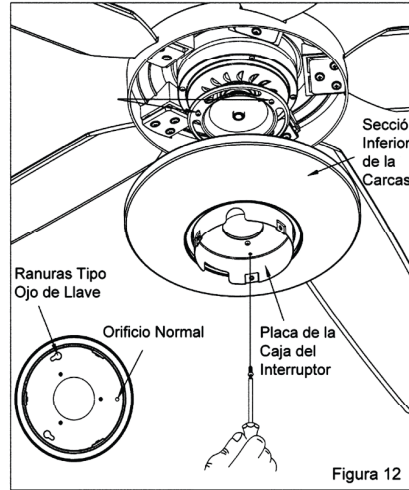

Figura 12
3. Gira de izquierda a derecha el ensamblado inferior de la carcasa hasta ubicar los tornillos en el extremo más estrecho de las ranuras tipo ojo de llave como se muestra en el círculo dibujado (Figura 12).